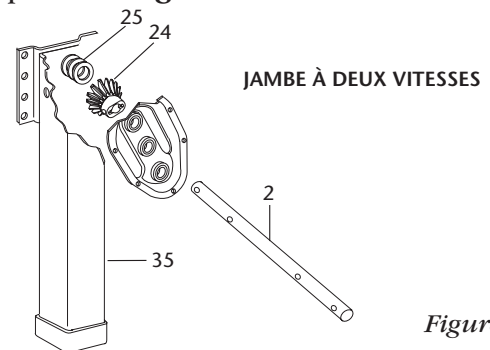
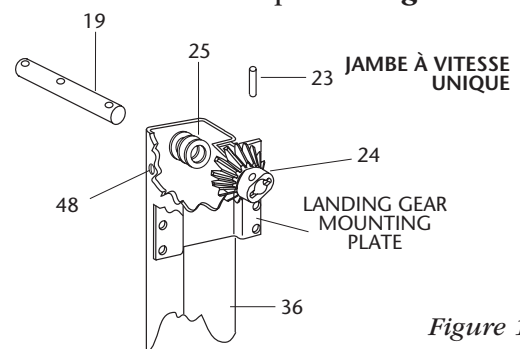

Figure 10
Figure 11
7. Positionner le pignon conique (**Article 24**) au-dessus de l'engrenage conique. Pour les jambes à une vitesse, le pignon conique doit être du côté opposé de la plaque de montage du train d'atterrissage, comme indiqué dans **Figure 11**. Pour les jambes à deux vitesses, le pignon conique doit être contre le côté plaque de montage du train d'atterrissage, comme indiqué dans **Figure 10**.
8. Sur les jambes à deux vitesses, faites glisser l'arbre d'entraînement (**Article 2**) dans le côté boîte de vitesses du pied extérieur (**Article 35**), à travers le pignon conique, à travers les cales retirées précédemment et à travers le trou de l'autre côté du pied extérieur, comme indiqué sur **Figure 10**.
Sur les jambes à vitesse unique, faites glisser l'arbre du pignon conique (**Article 19**) dans le côté de la jambe extérieure (**Article 36**) à l'opposé de la plaque de montage du train d'atterrissage, à travers les cales retirées précédemment, à travers le pignon conique et à travers le trou de l'autre côté de la jambe extérieure comme indiqué sur **Figure 11**.